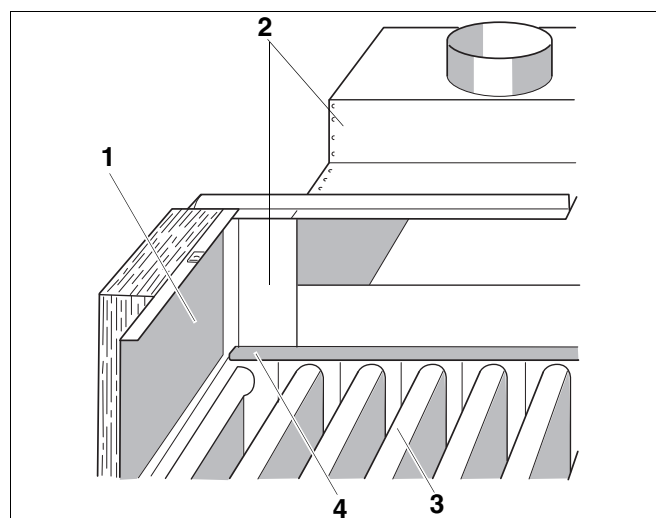

Рис. 9 Герметизация сборного канала на установке с двумя котлами
- Вставьте уплотнение внутри сборного канала (Рис. 9, поз. 2) по всей длине котла:
- разрежьте прилагаемый уплотнительный шнур (Рис. 9, поз. 4) на две равные части
- обе части сверху плотно вдавите между сборным каналом (Рис. 9, поз. 2) и секциями котла (Рис. 9, поз. 3).
- Установите и закрепите винтами крышки для чистки на коллекторах дымовых газов (Рис. 9, поз. 1).